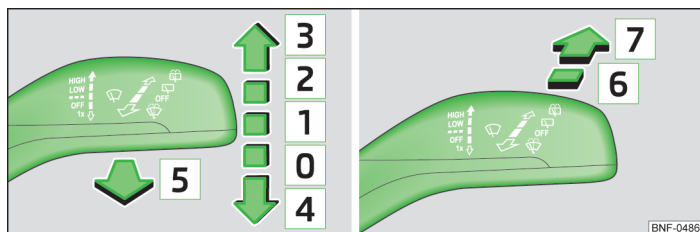

Fig. 31 Betjeningsarm: Betjening af forrudeviskere / Betjening af bagrudeviskere
- Hvis du kun vil køre viskerne hen over forruden et kort øjeblik, skal du trykke armen til den fjedrede position **4** » Fig. 31.
- Tryk armen opad til positionen **1** » Fig. 31.
- Tryk armen opad til positionen **2** » Fig. 31.
- Tryk armen opad til positionen **3** » Fig. 31.
- Træk armen mod rattet til den fjedrede position **5** » Fig. 31. Sprinkleranlægget og viskerne arbejder.
- Tryk armen væk fra rattet til positionen **6** » Fig. 31. Viskeren kører hvert 6. sek.
- Tryk armen væk fra rattet til den fjedrede position **7** » Fig. 31. Viskeren og sprinkleranlægget arbejder.
- Flyt armen tilbage til grundposition **0** » Fig. 31.
- Tryk viskerarmen til position **4** » Fig. 31 på side 36. Viskerarmene kører til serviceposition.
- Tilslut tændingen, og tryk betjeningsarmen til viskerne til position **4** » Fig. 31 på side 36. Viskerarmene kører til grundposition.